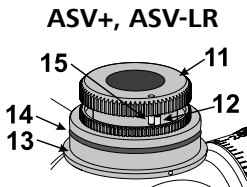

図5
5. Извлеките поводок (11) из фиксатора и наденьте его так, чтобы упорный штифт (15) поводка (11) прилегал к упорному штифту (12) стопорного кольца (13), как показано на рис. 5.